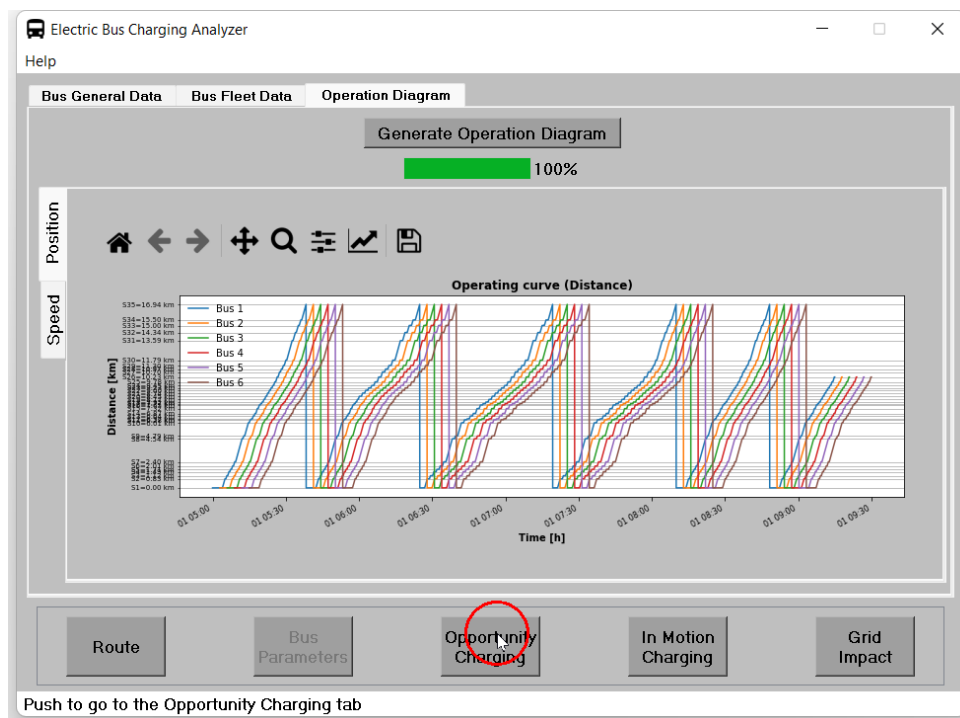

Figura 25: Configuración de los parámetros de la flota.
4. Finalmente, luego se que la barra de carga termine y se visualice el diagrama de operación, se procede a pasar a la siguiente ventana presionando el botón **Opportunity Charging** como se muestra en la figura 25.